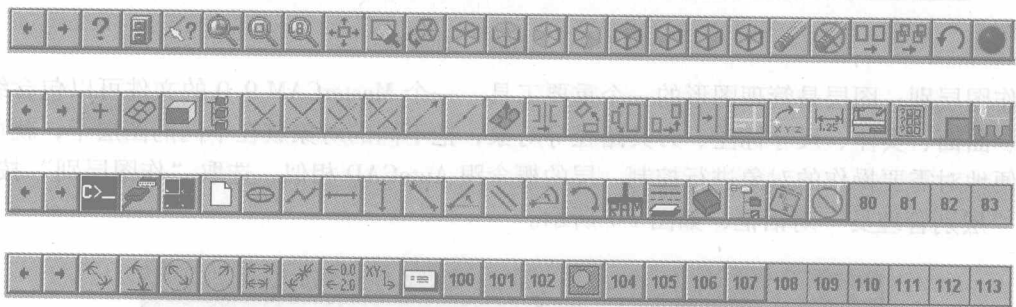

图 1-4 “Mill9.0 模块”默认工具栏
(1) 标题栏 MasterCAM 9.0 窗口界面的最上面一行是标题栏，它显示了软件的名称、当前所使用的模块、当前打开文件的路径及文件名称，在标题栏的右侧，是标准 Windows 应用程序的 3 个控制按钮：“最小化窗口”、“还原窗口”、“关闭应用程序”。
(2) 工具栏 标题栏的下面一排按钮即为工具栏，启动模块不同，其默认的工具栏也不尽相同，读者可以通过快捷组合键〈Alt + B〉来控制工具栏的显示。图 1-4 为 Mill9.0 模块的四种默认工具栏，它提供了快捷的工作方式。